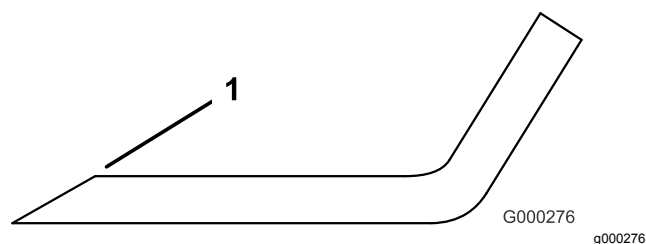

Figura 118
3. Inspeção as extremidades de corte de todas as lâminas e afie-as se apresentarem sinais de desgaste ou ranhuras (Figura 118).
Nota: Afie apenas a zona superior da parte cortante e mantenha o ângulo de corte original para garantir um desempenho eficaz da lâmina (Figura 118). A lâmina manterá o equilíbrio se retirar a mesma quantidade de material de ambas as extremidades de corte.